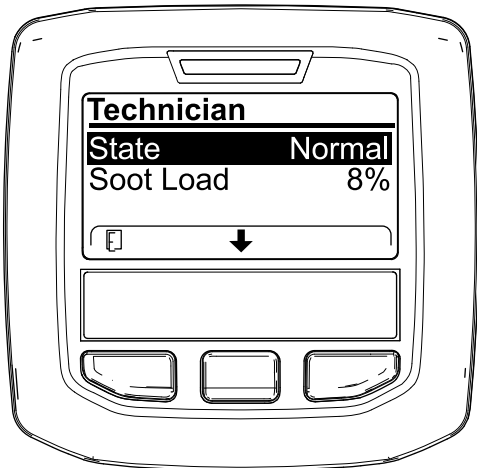

Figura 43
- Utilize a tabela de funcionamento do DPF para compreender o estado atual do funcionamento do DPF (Figura 43).